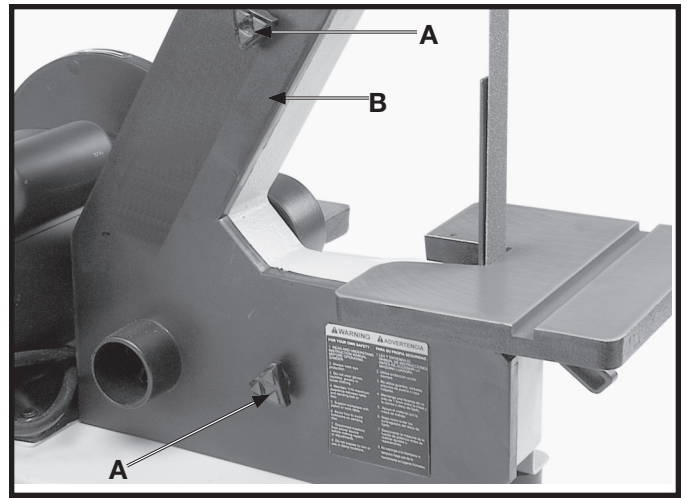

Fig. 31
2. Destornille y quite las dos perillas (A) Fig. 31 y quite la tapa lateral (B) de la unidad de correa.